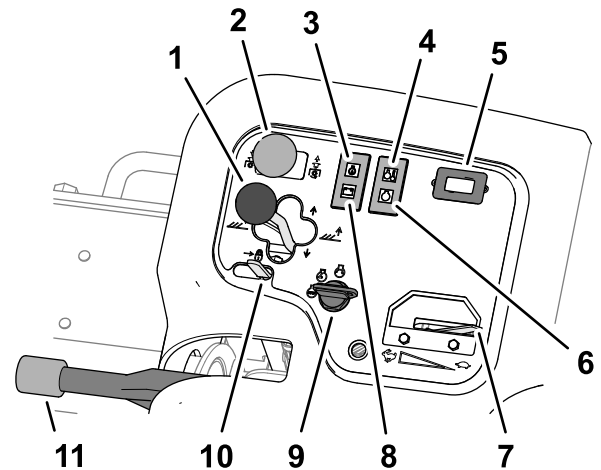

Figura 43
- Para bajar las unidades de corte al suelo, presione hacia delante la palanca de desplazamiento de la unidad de corte a la posición de BAJAR (Figura 43).
El interruptor de transmisión de las unidades de corte (Figura 43) tiene dos posiciones: ENGRANAR y DESENGRANAR. El interruptor basculante acciona una válvula de solenoide del banco de válvulas para accionar las unidades de corte.
El indicador de presión del aceite (Figura 43) se enciende si la presión de aceite del motor cae por debajo de un nivel seguro.
El indicador de advertencia de temperatura (Figura 43) se enciende si la temperatura del refrigerante del motor es alta. A esta temperatura, las unidades de corte se apagan. Si la temperatura del refrigerante aumenta otros 5,5 °C, el motor se apaga para evitar daños mayores.
El contador de horas (Figura 43) muestra el número total de horas de operación de la máquina. El contador de horas empieza a funcionar cuando el interruptor de encendido se mueve a Conectado.
El indicador de la bujía (Figura 43) se ilumina cuando las bujías están encendidas.
Mueva el acelerador (Figura 43) hacia adelante para aumentar la velocidad del motor, y hacia atrás para reducir la velocidad.
La luz del alternador (Figura 43) se apaga cuando el motor está en marcha. Si la luz del alternador se ilumina cuando el motor está en marcha, compruebe el sistema de carga y repárelo si es necesario.
Utilice el interruptor de encendido (Figura 43) para poner en marcha el motor y las luces. El interruptor de encendido tiene 3 posiciones:
Mueva el bloqueo de la palanca de elevación (Figura 43) hacia atrás para impedir que descendan las unidades de corte.
Cada vez que se apaga el motor, ponga el freno de estacionamiento (Figura 43) para evitar que la máquina se desplace accidentalmente. Para accionar el freno de estacionamiento, tire de la palanca hacia arriba y, para quitarlo, presione la palanca hacia abajo.